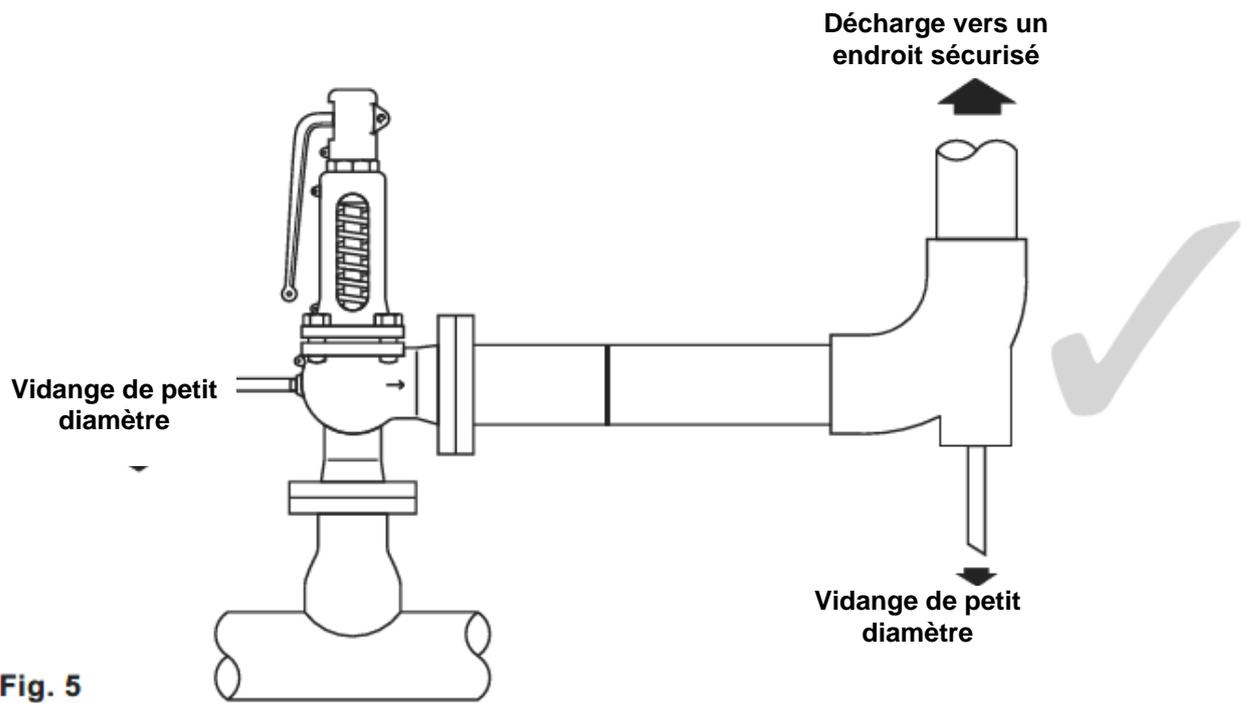

Fig. 5
8. Pour la vapeur ou l'air, la ligne de décharge doit être verticale et munie d'une vidange de petit diamètre pour éviter l'accumulation d'eau dans la ligne de décharge (fig. 5). Cette ligne de décharge doit être dirigée vers un endroit sécurisé.